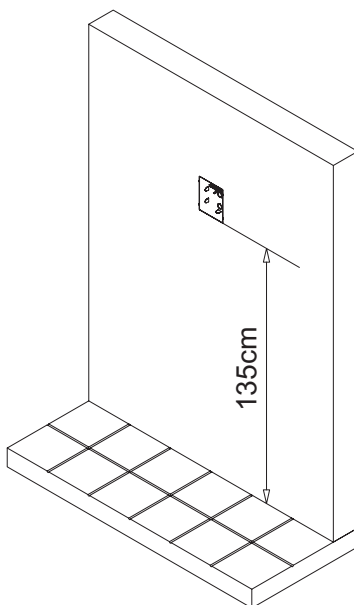
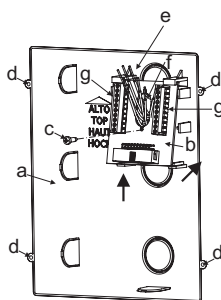

Fig.3
Fig.4
- Proteggere opportunamente i fori di fissaggio "d" (fig.4) quindi murare la scatola da incasso "a" lasciando circa 135cm tra la parte inferiore della scatola ed il pavimento (vedi figura 3). **Fare attenzione al verso della scatola (vedi le indicazioni sul fondo della stessa) e a che venga murata a filo muro finito;**
- Una volta fissata la scheda di connessione "b", collegare i fili ai morsetti "g" (fig.4) in accordo con quanto indicato nello schema di connessione fornito a corredo;
- *Protect the videophone fixing holes "d" (fig.4) from dust then embed the flush back box "a" (fig.4) into the wall (about 135cm between the bottom of the box and the floor level as shown on the figure 3). **Observe the direction of the box (see instruction on the bottom of the box) and take care that the box profile is in line with the finished wall profile;***
- *Hook the pcb connection board "b" to the flush mounting box "a" as shown in figure 4 (see pointers) feeding the cables "e" through the opening "f" then fix the connection board using the screw "c";*
- *With the connection board "b" fitted, connect the wires to terminal "g" (fig.4) as shown in the diagram provided;*